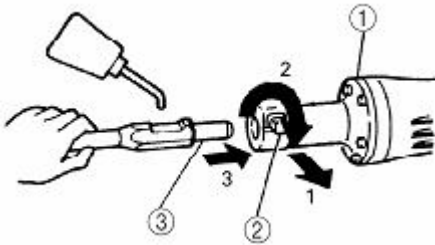
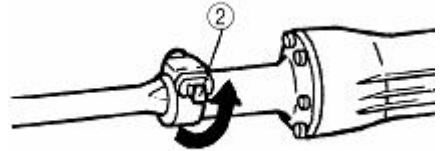

Рисунок 2
Рисунок 3
- необхідно почистити, а потім змастити невеликою кількістю (1-2 г) хвостик змінного інструменту (3) (дивіться рисунок 2) пластичним мастилом або рідким індустриальним.
- повернути стопорний важіль (2) на 180° за годинниковою стрілкою, одночасно витягаючи його (дивіться рисунок 2).
- вставити хвостик змінного інструменту (3) у шестигранний отвір в передній частині корпусу виробу (1).
- зафіксувати змінний інструмент, повернувши стопорний важіль (2) на півоберта у початкове положення (дивіться рисунок 3).